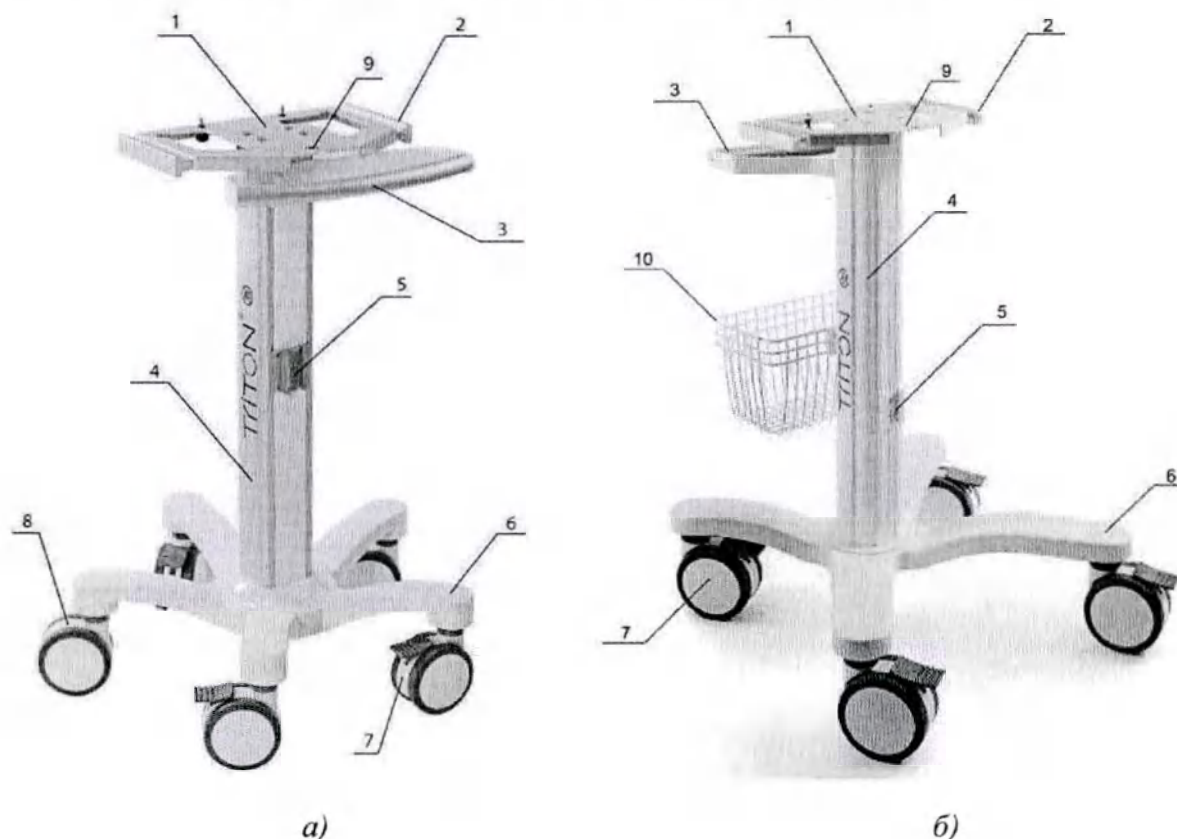

Рисунок 2.3 – Транспортная тележка а) ТЭСМ.186307-01, б) ТЭСМ.186307
- а) Установить электронный блок на стол тележки таким образом, чтобы штырь в нижней части блока совпал с отверстием тележки (рисунок 2.3, позиция 9).